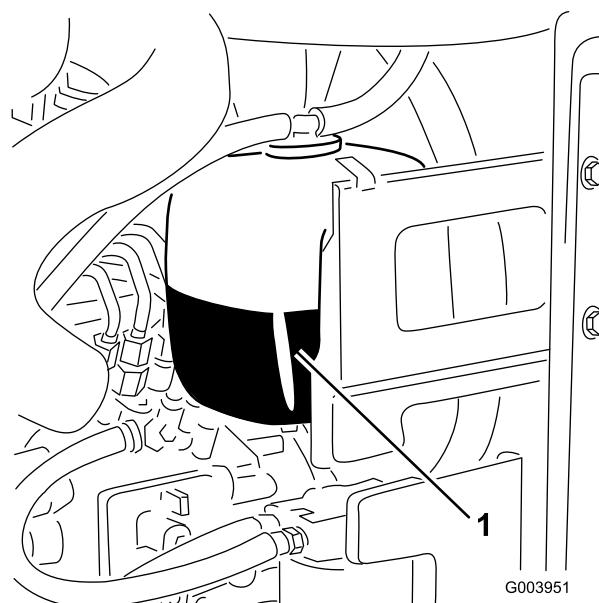

Figure 30
1. Vérifiez le niveau du liquide de refroidissement dans le vase d'expansion (Figure 30).